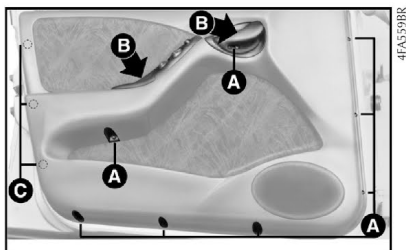
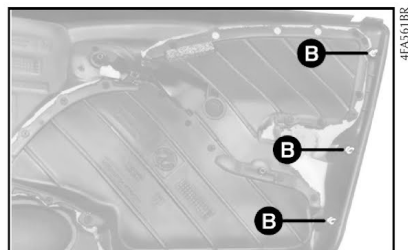

fig. 4
fig. 6
Para acessar esse local, é necessário remover o painel da porta completo, **fig. 4**. Proceda da seguinte forma:
- após a retirada de todos os parafusos, o painel ainda estará preso internamente nos pontos **C-fig. 4**, através de três pinos de pressão, **B-fig. 6**.
Com a ajuda de uma ferramenta de ponta e sem arestas cortantes, introduzida entre a porta e o painel, região **C-fig. 4**, solte o painel.
Após instalar o alto-falante, recolocar o painel, iniciando a sua remontagem a partir dos pinos de pressão **B-fig. 6** e, depois, os parafusos.